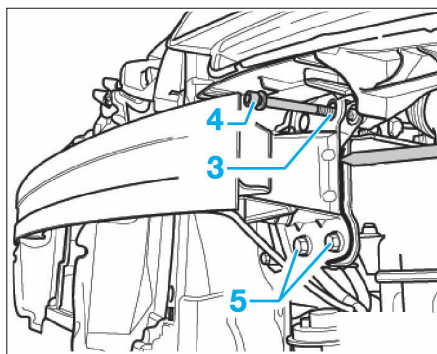

FIG. 24
- De chaque côté, retirer la vis de fixation supérieure (3) de la façade avant au niveau des deux longerons et y mettre en lieu et place une vis longue (4) (par exemple M10x120) (Fig.24).